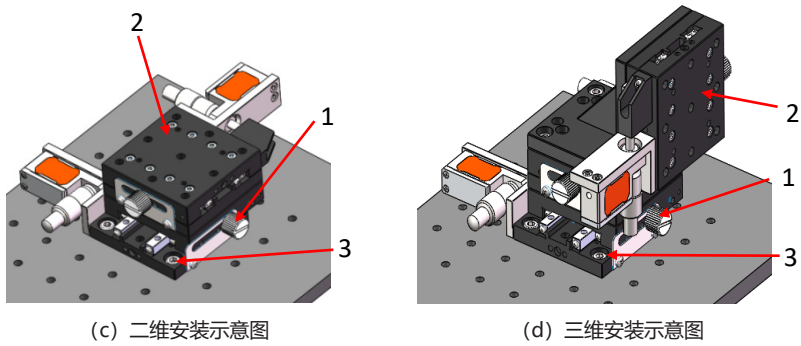

图 5 P84 安装示意图
- b) 松开最下面手轮，按如图 5 方向推开运动台，拧紧锁紧手轮，用 M6 螺钉固定好台体以后，扶住运动面，缓慢松开手轮，使台体慢慢靠在测微头上；